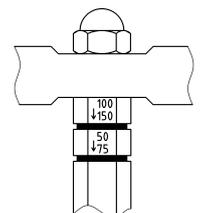

図 3
- ・標線はφ50,75 用とφ100,150 用で異なります。(図 3)